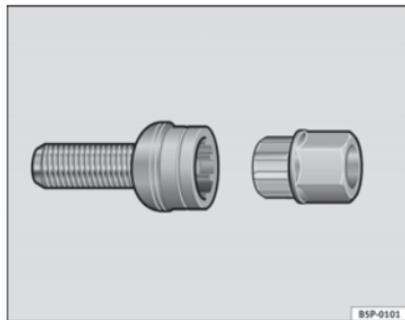

Fig. 184 Tornillo antirrobo de la rueda
- Coloque el adaptador hasta el tope en el tornillo antirrobo de la rueda ⇒ fig. 184.